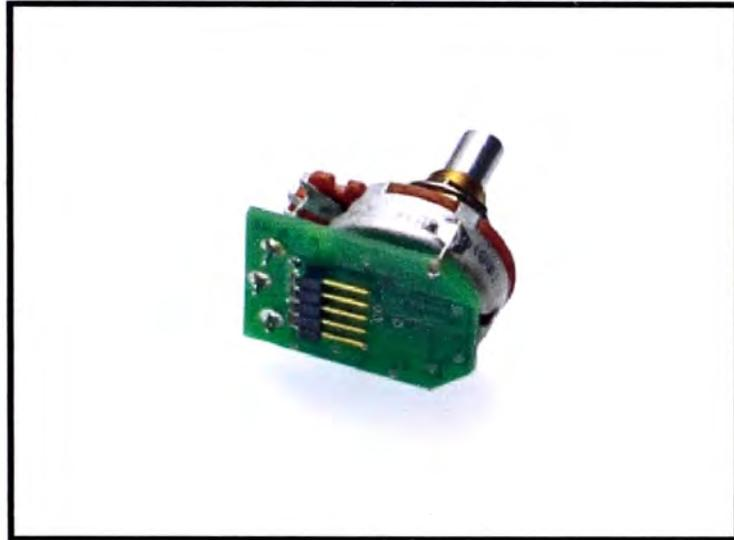

Figura 4.14: Preamp Activo con un control.
- a. Preamplificación con un control. Es un preamp con un solo control de frecuencias (ver **Figura 4.14**). Dependiendo del fabricante o del tipo, puede ser de agudos, graves o medios.